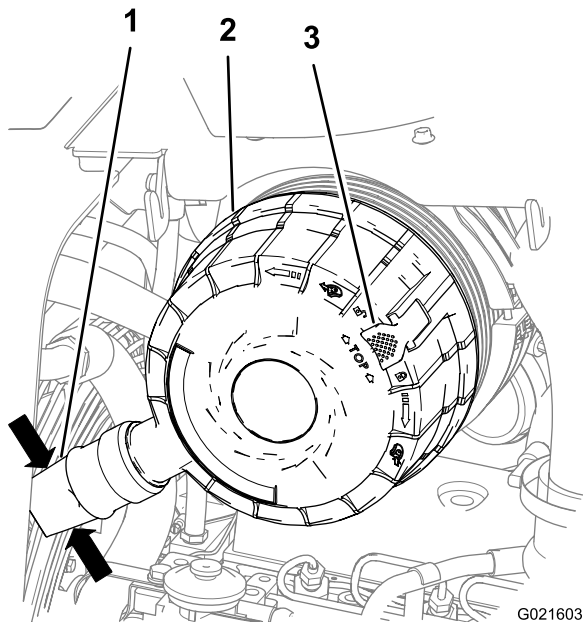

Figura 116
- Apriete los lados de la válvula de polvo situada en la tapa del limpiador de aire para vaciar el agua, el polvo y la suciedad de la válvula (Figura 116).
- Tire hacia fuera del enganche de la tapa del limpiador de aire (Figura 116).